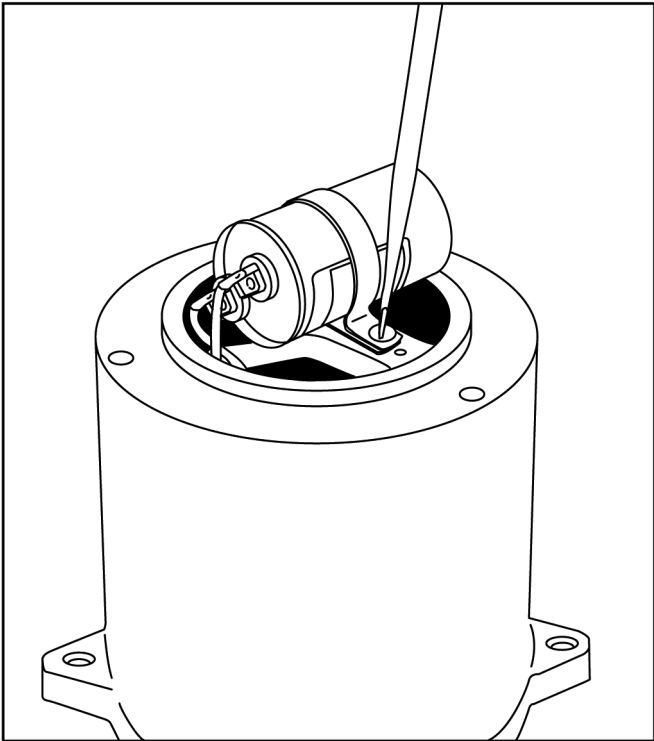

FIG. 11
4. Saque la abrazadera del condensador y deslice el condensador hacia afuera. Reemplácelo con un condensador nuevo y vuelva a hacer las conexiones. Fig. 11 Estas instrucciones ilustran las conexiones de los cables.